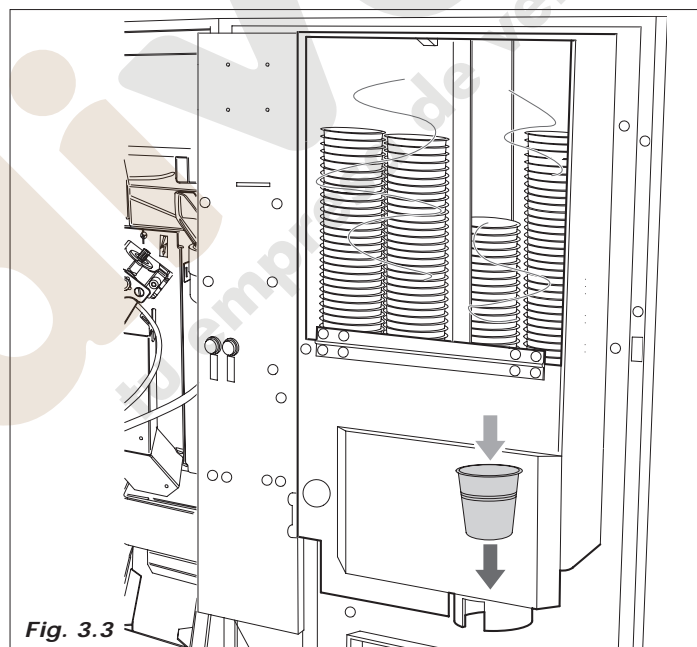

Fig. 3.3
- el motor situado dentro del cup dispenser pone en funcionamiento los tornillos sin fin para separar el vaso de la pila y hacerlo caer en la horquilla apropiada (Fig. 3.3).